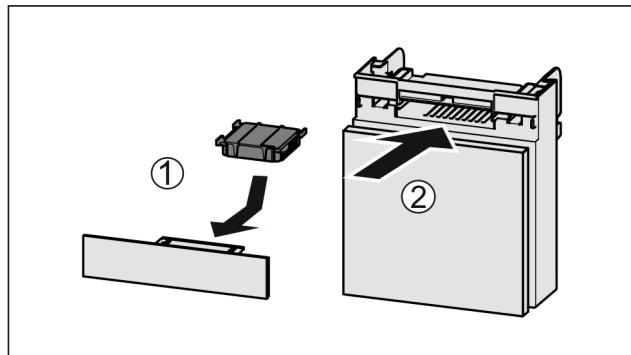

Fig. 75
- Aktivkohlefilter nach Abbildung einsetzen Fig. 75 (1).
► Fach einschieben Fig. 75 (2).